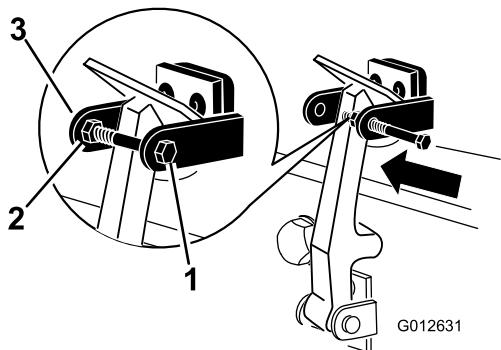

Figure 9
7. Vissez le boulon dans l'autre bras du support de verrou pour bloquer ce dernier en position (Figure 9). Serrez fermement le boulon mais pas l'écrou.